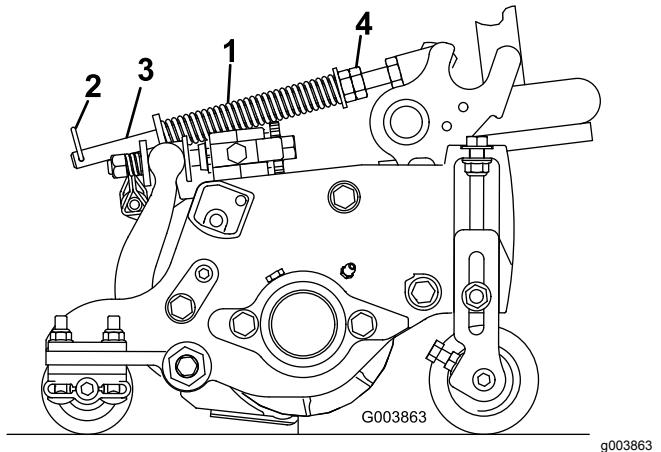

Рисунок 15
1. Убедитесь, что игольчатый шплинт вставлен в заднее отверстие штока пружины (Рисунок 15).
2. Затяните шестигранные гайки в передней части штока пружины так, чтобы сжатая длина пружины стала равна 12,7 см на машине с 5-дюймовыми режущими блоками или 15,9 см на машине с 7-дюймовыми режущими блоками (Рисунок 15).
Пружина компенсации состояния грунта переносит вес с переднего на задний каток (Рисунок 15). Это препятствует образованию на грунте волнобразных неровностей (так называемых «волн» или «трясков»).